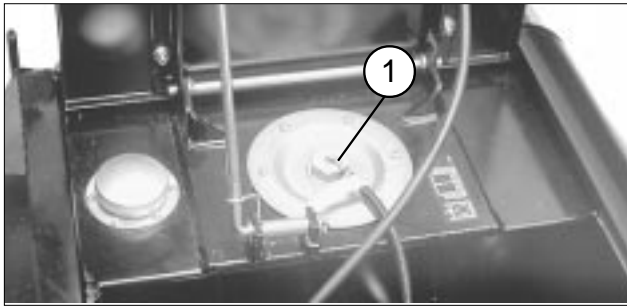

図 40
2. 補給口（図40）の周囲をていねいに拭き、フタを取り、所定レベル（図39）までオイルを補給する。